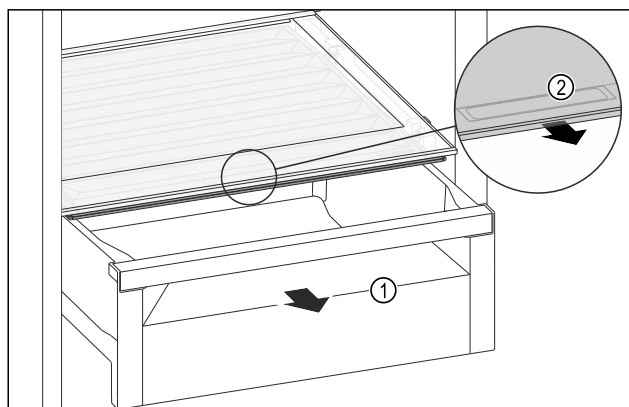

Fig. 161
- Retirer le tiroir Fig. 161 (1).
- Saisir la poignée encastrée Fig. 161 (2) du couvercle du compartiment et tirer le couvercle du compartiment par l'avant.